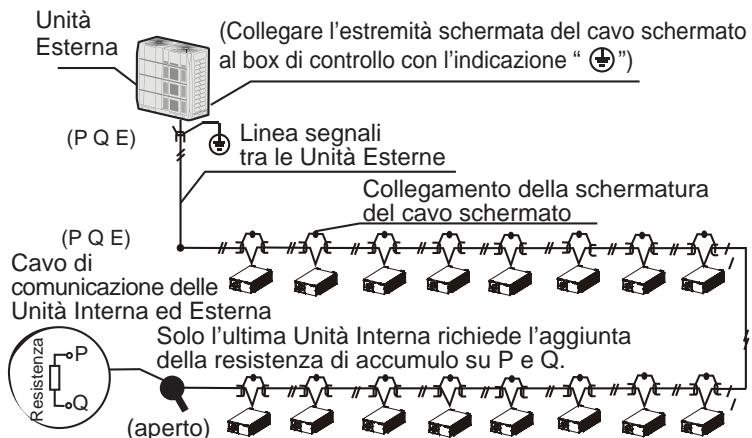

Fig. 7.6
- Il cablaggio di comunicazione tra le Unità Interna ed Esterna deve essere effettuato un'Unità dopo l'altra, in una catena che parte dall'Unità Esterna fino all'Unità Interna finale. La schermatura deve essere collegata alla Terra in modo corretto; una resistenza di accumulo deve essere aggiunta all'Unità Interna, per migliorare la stabilità del sistema di comunicazione (vedi Fig. 7.6).